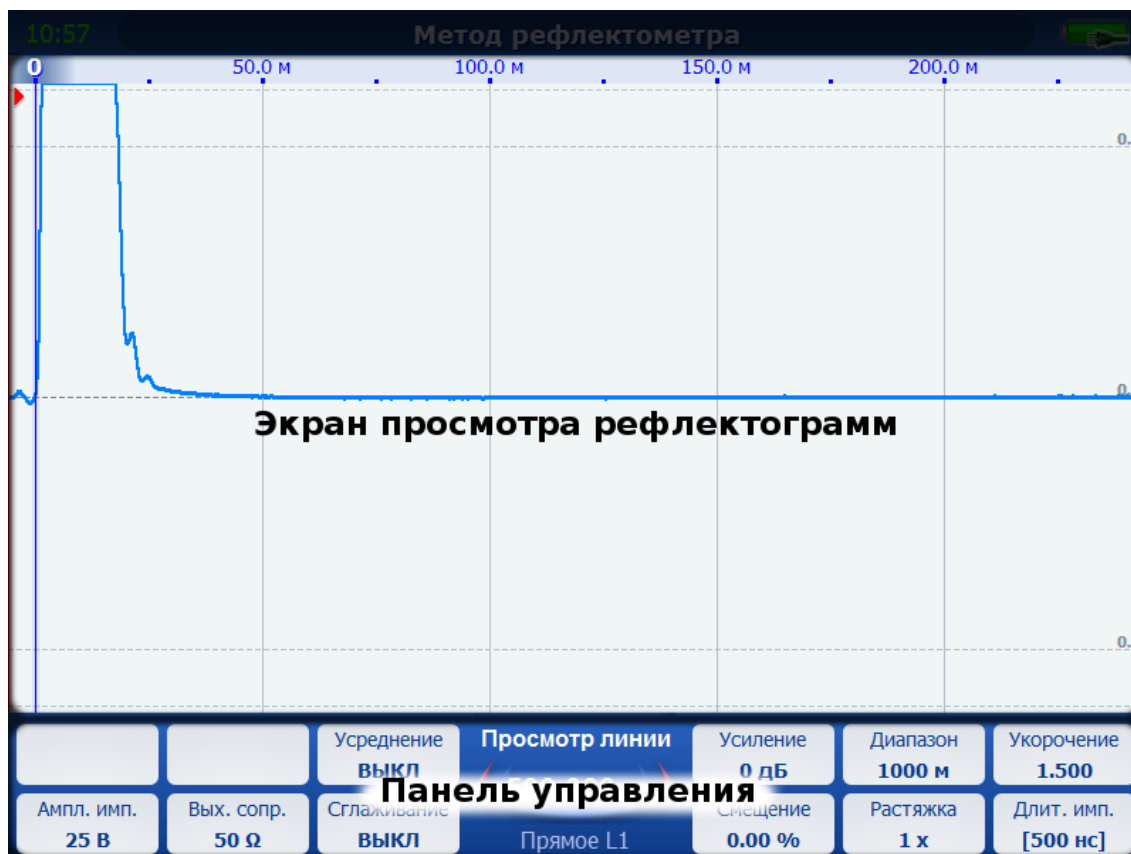

Рис. 11 Основные элементы пользовательского интерфейса
На рис. 11 представлен внешний вид окна программы с обозначениями основных элементов.
**Примечание.** на рис. 11 показано окно программы, работающей в методе рефлектометра. Для других методов измерения, пользовательский интерфейс практически идентичен, за исключением того, что в них могут появляться или исчезать определённые индикаторы на панели управления.